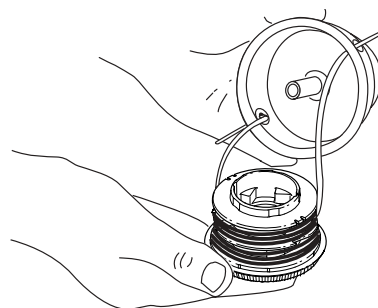

Fig. 48
3. Inserte los extremos de la línea de corte del nuevo carrete interior dentro de los ojillos de la bobina exterior (Fig. 48). Coloque el nuevo carrete interior con la flecha hacia arriba dentro de la bobina exterior.
3. Saque el carrete interior con la línea existente de la bobina exterior (Fig. 48).